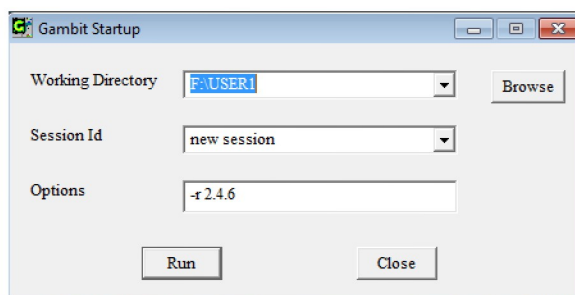

Рисунок 50 – Запуск предпроцессора *Gambit*
1. Запускается предпроцессор *Gambit*. При этом необходимо при выполнении данной процедуры выбрать рабочую папку и нажать кнопку *Run* (рисунок 50).